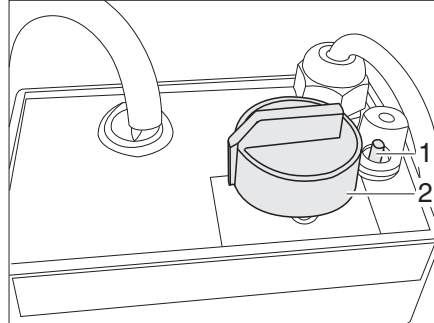

Fig. 177 Regulador para calentamiento eléctrico del piso
- Girar el regulador giratorio (Fig. 177,2) al nivel de calefacción deseado.
- Girar el regulador giratorio (Fig. 177,2) a la posición "0".
Cuando se sobrecarga el regulador, se activa la protección contra sobrecargas. El perno (Fig. 177,1) salta hacia fuera.
- Hundir el perno (Fig. 177,1) en la protección contra sobrecargas cuando se haya enfriado el regulador.